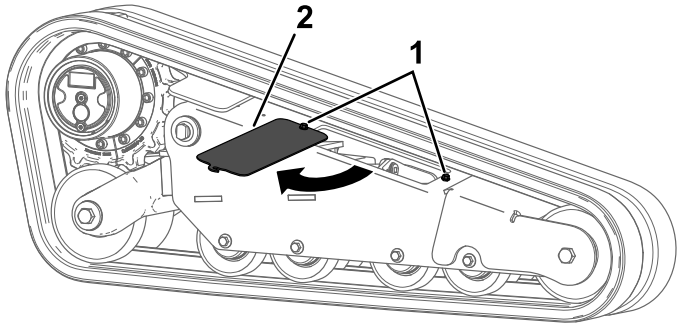

Figura 71
5. Afloje los 2 pernos y gire la cubierta de acceso para abrirla (Figura 71).
15. Cierre la cubierta de acceso y apriete los pernos (Figura 71). Apriete los pernos a 41 N·m (30 pies-libra).